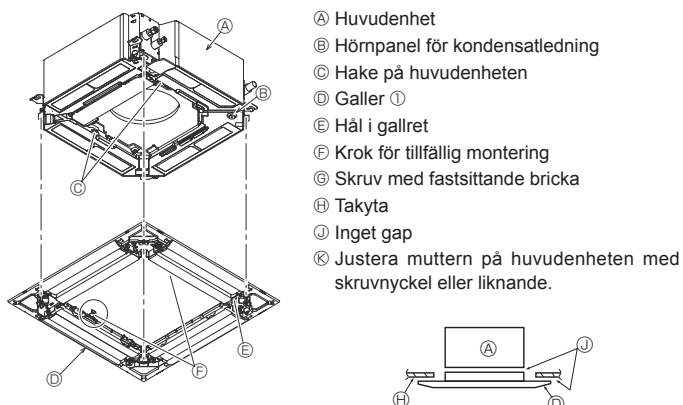

Fig. 9-6
9.4.2. Tillfällig montering av galleret (Fig. 9-6)
- Sätt fast galleret på huvudenheten genom att dra åt de förmonterade skruvarna. (Fig. 9-6)
- Obs: Kontrollera att det inte finns några gap mellan huvudenheten och galleret eller mellan galleret och takytan. (Fig. 9-6)